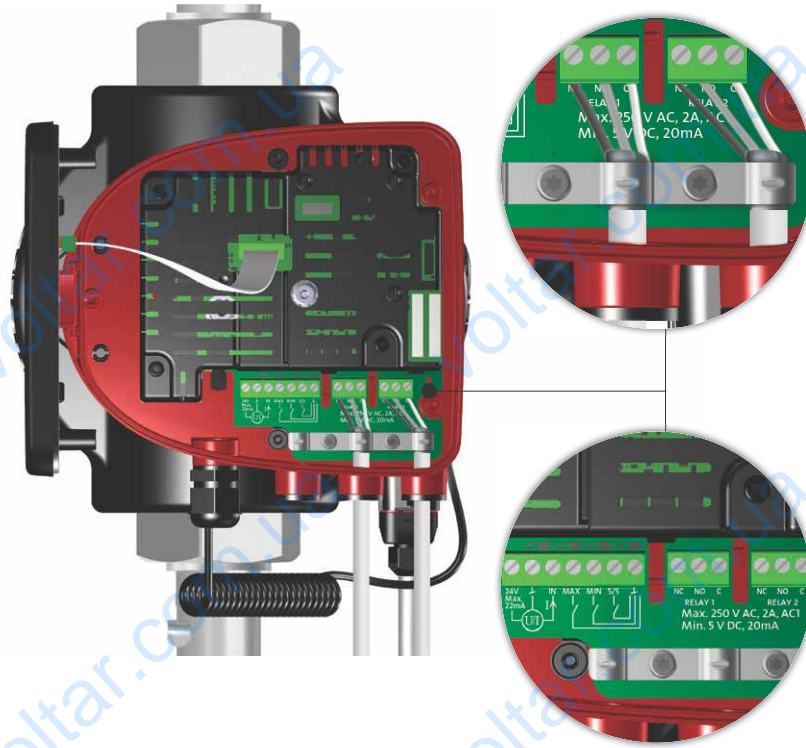

Рис. 23 Схема соединений, модификации с подключением через штекер
- Модификации с подключением через штекер: Заземлите экранирующую оплётку кабеля через кабельный зажим. См. рис. 23.